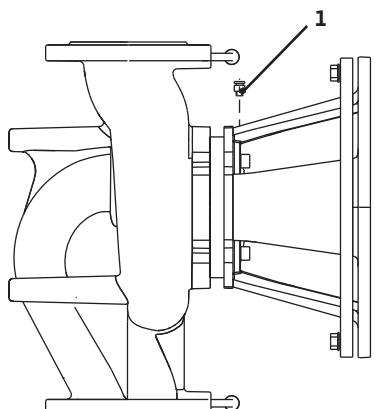

Fig. 38: Válvula de ventilação
- Purgar o ar das bombas, desapertando as válvulas de ventilação (fig. 38, pos. 1). O funcionamento a seco danifica o empanque mecânico da bomba. O sensor da pressão diferencial não pode ser ventilado (perigo de danificação).